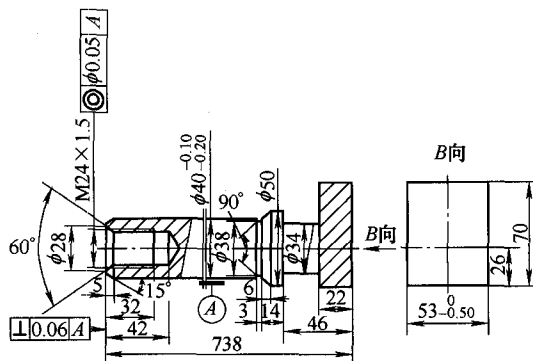

图 3
(2) 改造措施2 用比图样尺寸大一些的棒料 $\phi 45\text{mm}$ 不锈钢棒料2Cr13(见图3), 在阀杆方头处我们采用堆焊法进行堆焊, 堆焊几层大于图样方头尺寸后, 再进行退火处理后进行机械加工, 经磨削之后, 再进行调质处理, 其硬度达到图样要求, 这样阀杆与方头为一体, 可以有效地防止阀杆轴方头处断裂发生。此方法既节省了原材料, 又完全能够满足设计要求。鉴于有一台出现了质量问题, 我们把6台400NL743H16C液动耐磨节流阀的阀杆轴全部进行更换, 以防止类似的情况发生。